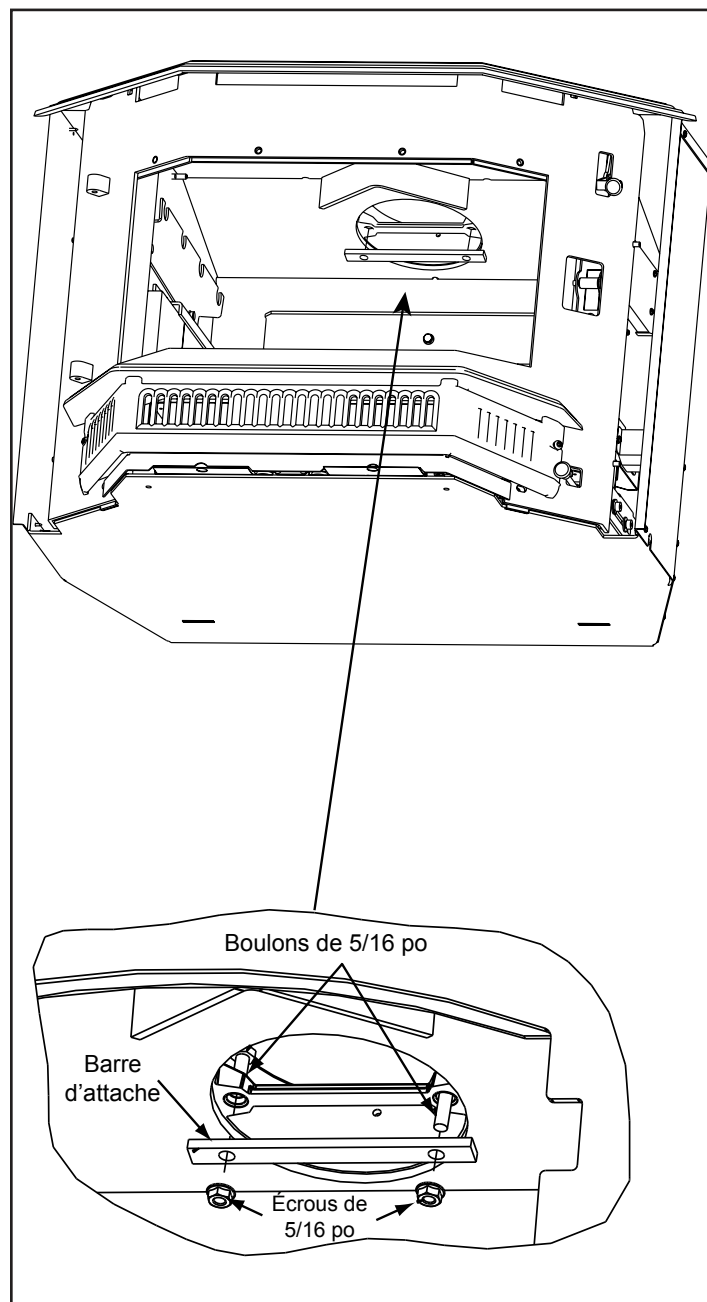

Figure 19.3
1. Une fois l'appareil en place et fixé, atteignez et saisissez la barre de fixation à travers l'ouverture de la cheminée et tirez-la vers le bas à l'intérieur de l'ouverture de la cheminée. **Figure 19.3**.